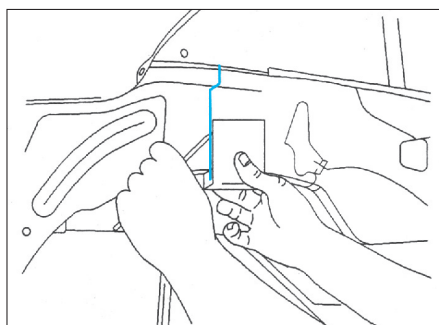

FIG. 28
- Découper par fraisage les points (Fig.28).